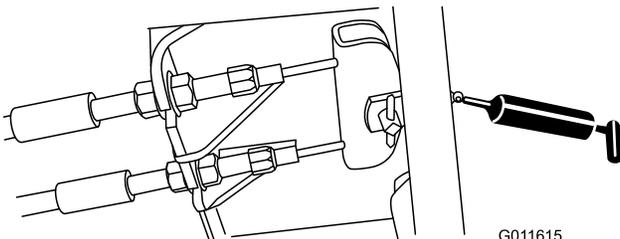

Figura 81
- Pedale del freno (1) (Figura 81)